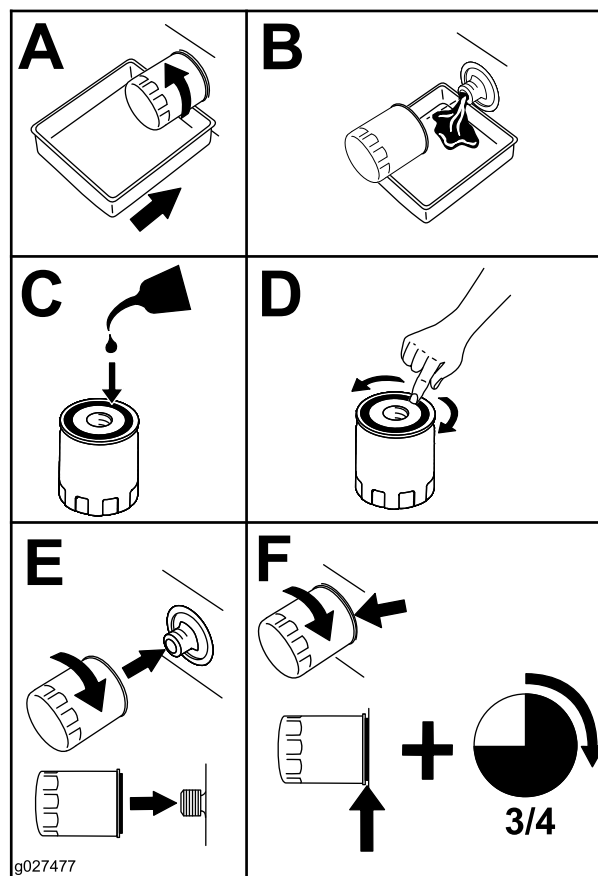

Figura 53
- Sustituya el filtro de aceite del motor (Figura 53).